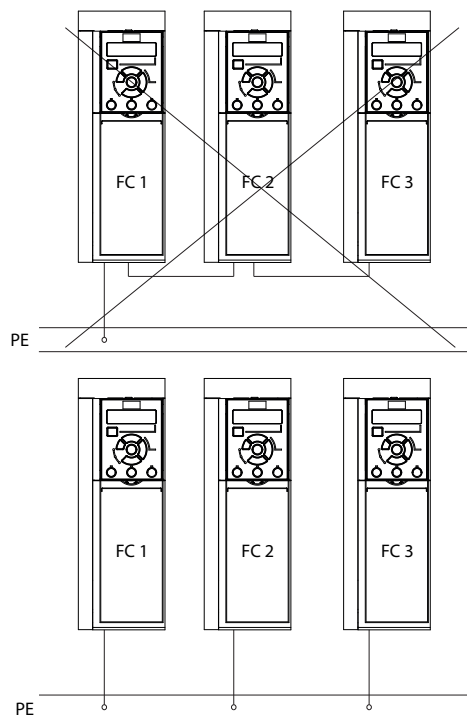

图 3.3 接地原理
- 请勿以“菊花链”方式将一台变频器的地线连接至另一变频器的地线上（参阅图 3.3）